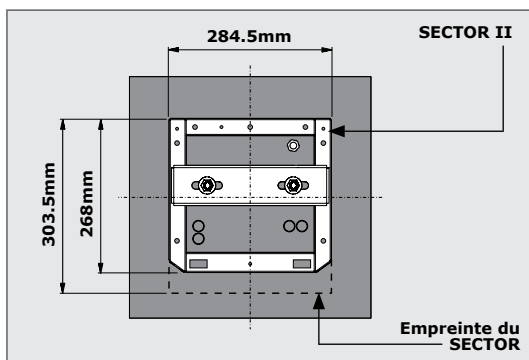

FIGURE 1
- Le SECTOR II s'inscrit dans l'empreinte du SECTOR. Cela peut entraîner des répercussions sur l'entrée de câble (Figure 1)